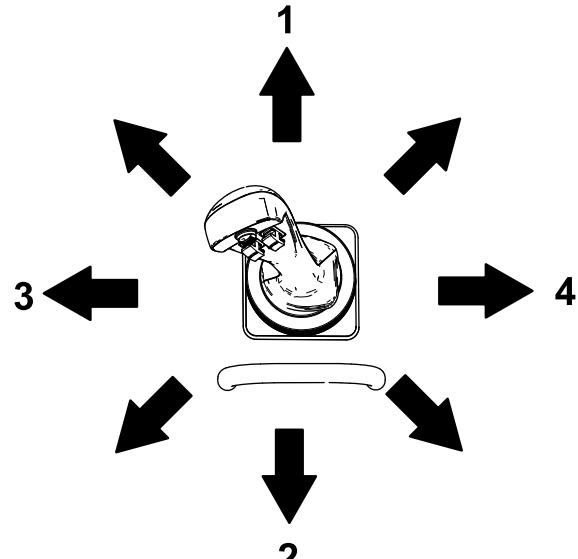

Figure 12
- Pour basculer l'outil en avant, déplacez lentement le levier vers la droite (Figure 12).
- Pour basculer l'outil en arrière, déplacez lentement le levier vers la gauche (Figure 12).
- Pour abaisser les bras de chargeuse, poussez lentement le levier en avant (Figure 12).
- Pour éléver les bras de chargeuse, tirez lentement le levier en arrière (Figure 12).